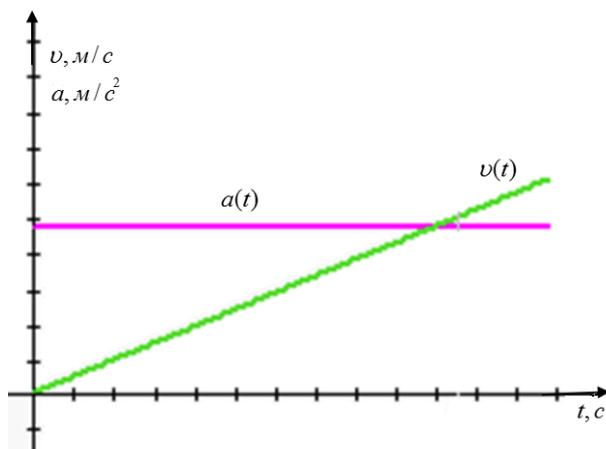

Рис. 2
На рис. 2 приведен один из характерных вариантов такого движения, где указаны функциональные зависимости ускорения и скорости тел системы от времени $a(t)$ и $v(t)$.
4. Закрыть панель настроек и нажать клавишу ввода в ЭВМ параметров-√. Клавишу ввода параметров нажимать до тех пор, пока получатся зависимости ускорения и скорости от времени, похожие на рис. 2.